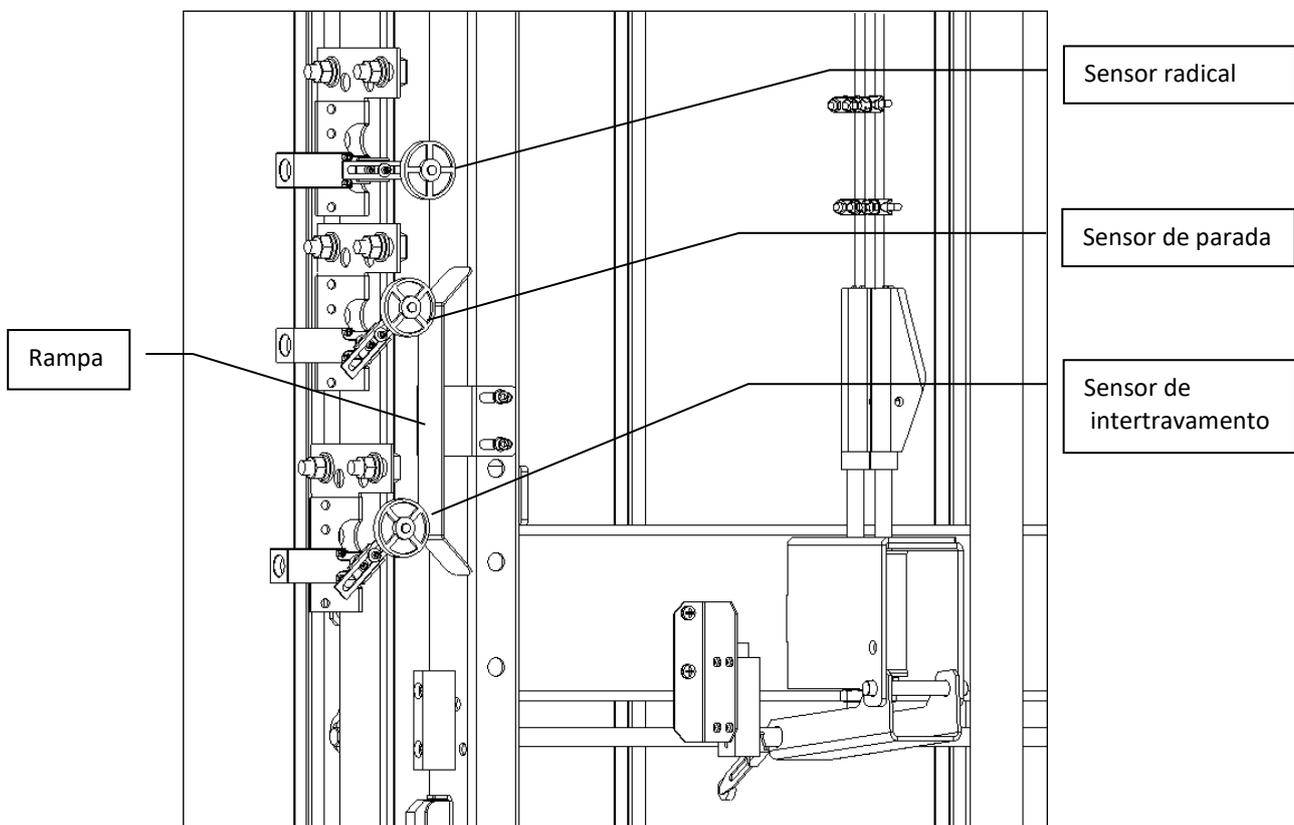

Figura 14: Instalação do sensor radical (Vista traseira da plataforma) - parada superior
- O sensor radical é instalado acima dos sensores de parada e inter-travamento das portas, conforme figura 14. A função deste sensor é interromper a alimentação do motor antes que a plataforma sofra choque mecânico contra qualquer obstáculo (arcadinhá, teto da caixa de corrida, etc.), caso o sensor de parada no pavimento eventualmente não seja acionado.